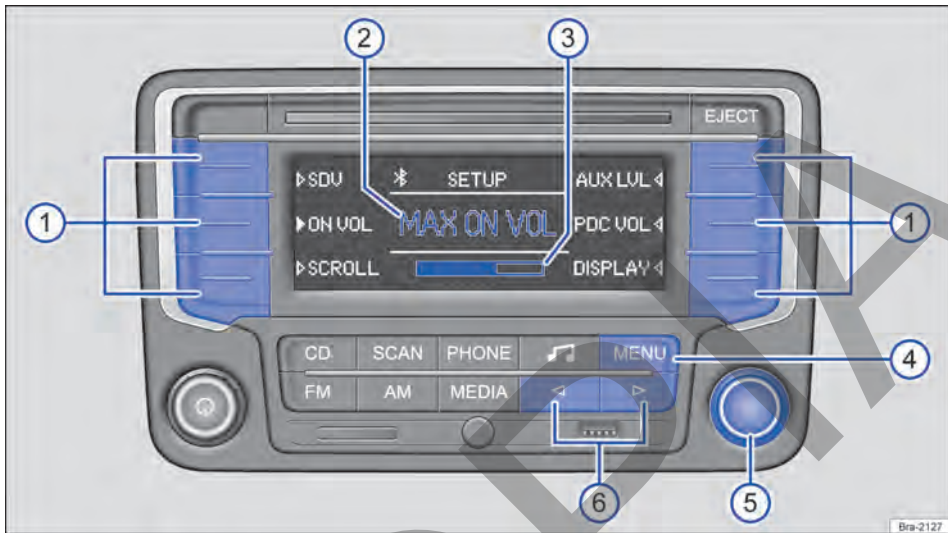

Fig. 140 Menú SETUP: define el volumen inicial.
- Pulse la tecla del equipo **MENU** en cualquier menú → fig. 140 ④.
- Pulse las teclas de función para abrir el menú de ajuste correspondiente → fig. 140 ①.
- Gire la tecla de ajuste para modificar el ajuste actual → fig. 140 ⑤.
- **O:** pulse brevemente la tecla del equipo **◀** o **▶** para modificar el ajuste actual → fig. 140 ⑥.
- **O:** si se pulsa brevemente la tecla del equipo **MENU** → fig. 140 ④.
→ fig. 140 ② y, debajo, la barra de volumen
→ fig. 140 ③.